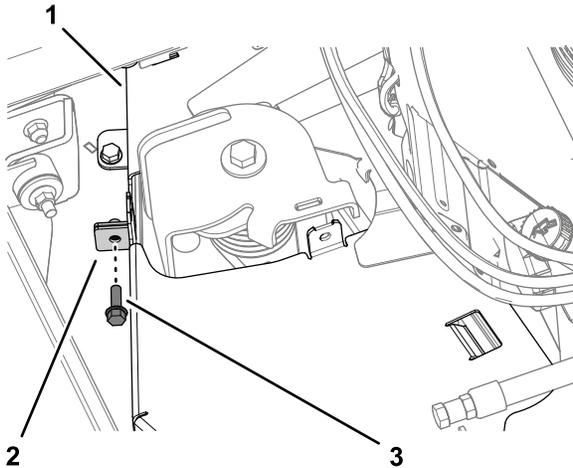

Figura 44
3. Fissate le flange del copricinghia con la vite a testa flangiata (Figura 44) rimossa in Rimozione del copricinghia sinistro (pagina 28).